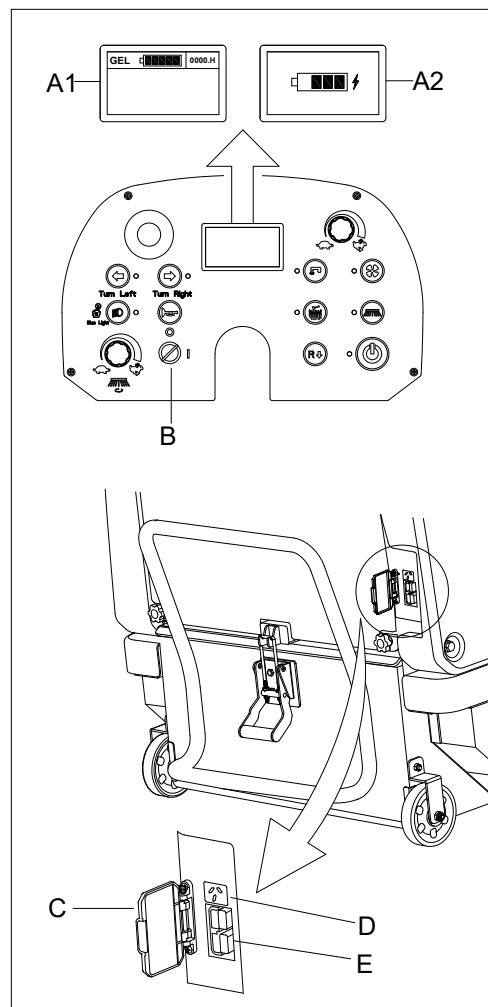

Figure 18
2. Tourner la clé de contact (B, figure 18) sur « O ».
4. Ouvrir le couvercle de protection (D, figure 18). Brancher le connecteur du chargeur de la batterie au connecteur de la machine (E, figure 18). Lorsque le chargeur externe est branché sur la machine, toutes les fonctions de la machine sont automatiquement désactivées.
8. Insérer la clé de contact (B Figure 18) et la tourner sur « I ». Vérifier le niveau de la batterie sur l'écran multifonction (A1, figure 18).
9. Ouvrir le couvercle de protection (D, figure 18). Brancher le câble d'alimentation à la fiche du chargeur embarqué (D, figure 18) sur la machine, puis brancher l'autre extrémité du câble d'alimentation dans la prise murale.
10. L'état de la charge peut être vérifié sur l'écran multifonction (A2, figure 18).
13. Insérer la clé de contact (B Figure 18) et la tourner sur « I ». Vérifier le niveau de la batterie sur l'écran multifonction (A1, figure 18).